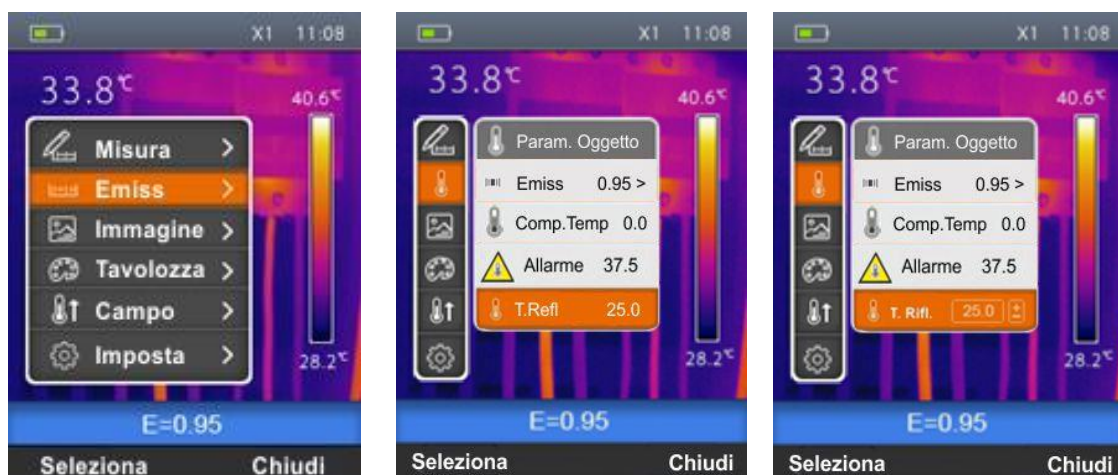

Fig. 21: Impostazione Temperatura Riflessa sullo strumento
1. Selezionare la voce “T.Rifl” con i tasti \oplus o \ominus e premere il tasto “Seleziona”. La videata di Fig. 21 – Parte centrale è mostrata a display